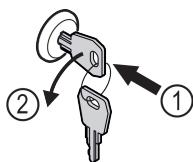

Fig. 207
- Пъхнете ключа. Fig. 207 (1)
- Завъртете го на 90° обратно на часовниковата стрелка. Fig. 207 (2)